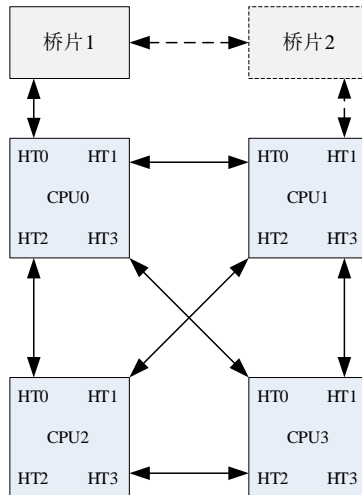

图 1.4 四处理器系统
- (3) 四路服务器, 龙芯 3C5000 四处理器系统。使用固定的 HT 接口用于 IO 桥片连接; 使用其它 HT 接口用于多处理器间互连。一种常见的连接方式如图 1.4 所示。其中虚线的连接方式根据具体桥片要求决定, 桥片也可以连接在其它 CPU 空余的 HT 接口上。CPU1 的 HT0 和 HT1 可交换使用, CPU2 的 HT0 和 HT2 可交换使用, CPU3 的 HT0 和 HT3 可交换使用。